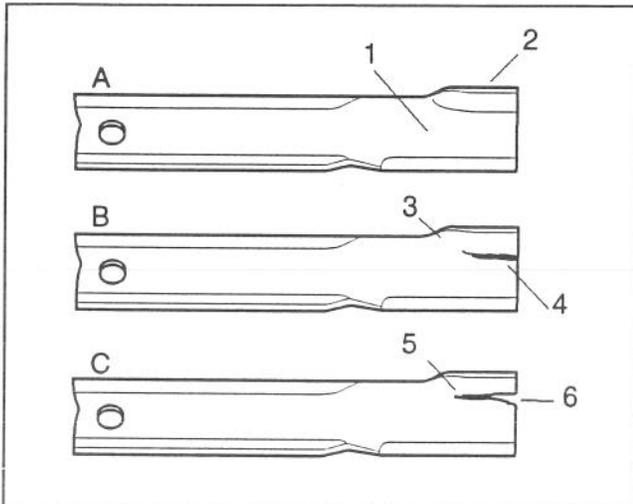

Abbildung 20
Die Maschine zum Stillstand bringen und den Messerbalken auf eventuelle Schäden und den festen Sitz der Messerbalkenschraube an der Spindelwelle prüfen, wenn das Messer auf einen festen Gegenstand aufgeprallt ist. Die Motorhaube öffnen und den Zündkerzenstecker von der Zündkerze abziehen, die Feststellbremse anziehen und das Mähwerk abstellen, bevor der Messerbalken untersucht wird. Bei gerissenem, schwer verbogenem oder stark verrostetem Messer (Abb. 20), den Messerbalken auswechseln. Immer nur echte TORO Ersatzteile verwenden, um sicher Funktion und optimale Leistung zu gewährleisten. **NIE „PASSEN SCHON“-ERSATZMESSER VERWENDEN!**
6. Die Schnittflächen des Messerbalkens gründlich untersuchen, besonders dort, wo flache und geformte Flächen aufeinandertreffen (Abb. 20). Da Sand und abrasives Material das Metall, mit dem flache und geformte Teile des Messerbalkens verbunden werden, abreiben kann, das Messer vor Inbetriebnahme der Maschine prüfen. Wenn eine Abnutzung festgestellt wird, den Messerbalken auswechseln.
Wenn sich der Messerbalken abnutzen kann, bildet sich zwischen Windflügel und dem Flachteil des Messerbalkens ein Langloch (Abb. 20). Letzten Endes kann ein Stück des Messerbalkens abbrechen und ausgeworfen werden, was für den Bediener oder Unbeteiligte zu Verletzungen führen kann.